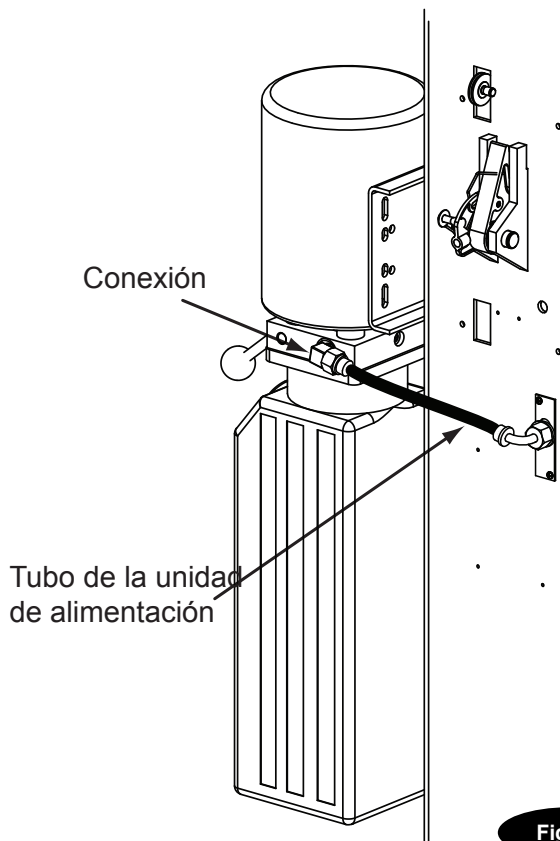

Fig. 13
1. Conectar el extremo libre del segundo tubo más corto Pz. (2), del apartado 3, al cilindro lateral de la unidad de alimentación Pz. (1). Pasar el tubo por el canal interior de la columna.
3. Pasar el extremo libre del tubo más largo Pz. (3), del apartado 3, por las abrazaderas del tubo Pz. (9), y el canal. Después conectarlo al cilindro lateral esclavo.
4. Sacar el extremo del tubo restante Pz. (4) de la columna y conectarlo a la conexión de la unidad de alimentación (Fig. 13).